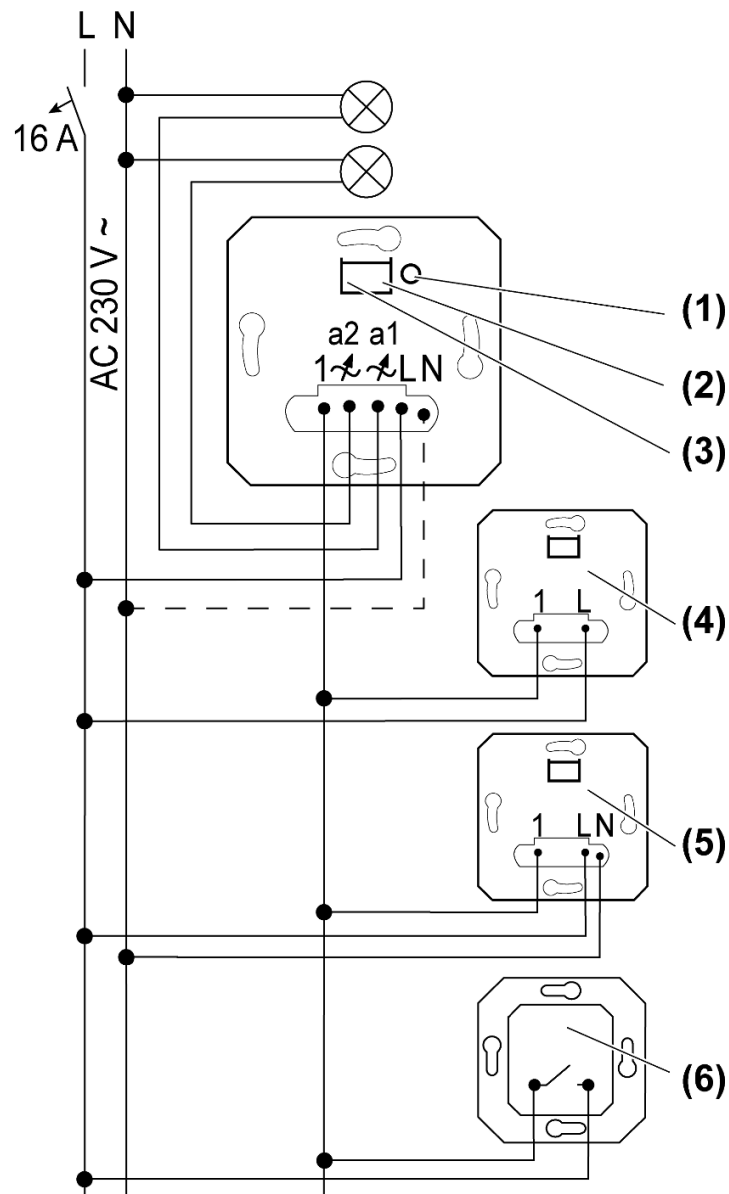

Figura 1: Plan de conexión con mecanismos auxiliares opcionales
- Mantener pulsada la tecla **Dimm-Mode** (1) durante más de 4 segundos, hasta que los LED (2) y (3) se enciendan (véase figura 1).